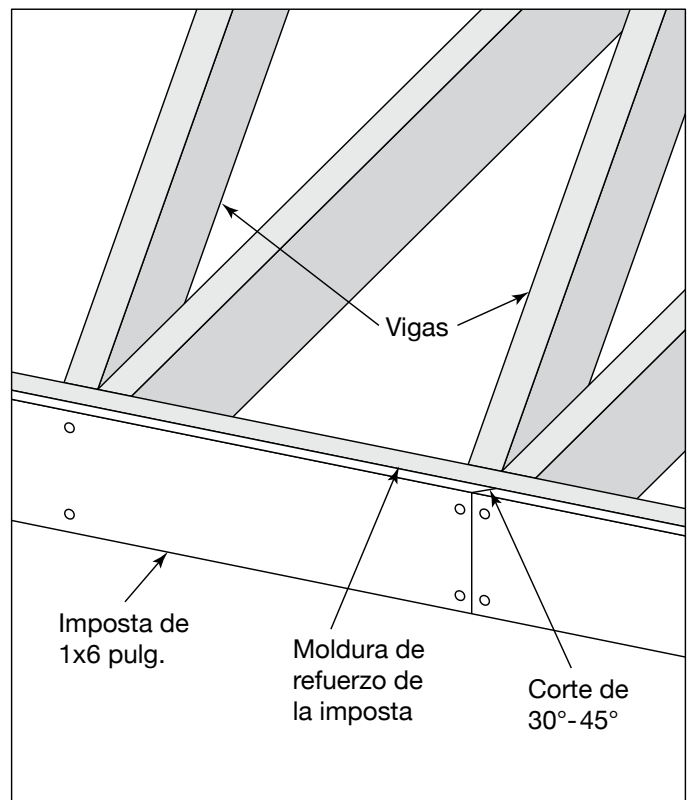

Fig. 8
- Clave las molduras en su lugar con dos clavos de vástago roscado clavados a mano o neumáticamente de acero inoxidable o galvanizados en caliente de 0.113 x 2-3/8 pulg. o más; clavos para molduras de calibre 15; o tornillos de cabeza avellanada de acero inoxidable o con revestimiento exterior de tamaño #6 o más grandes, a una distancia de 2 pulg. o menos del borde de la moldura (Fig. 8).
- En hileras largas de moldura, use juntas a tope en ángulo de 30 o 45 grados (Fig. 8).